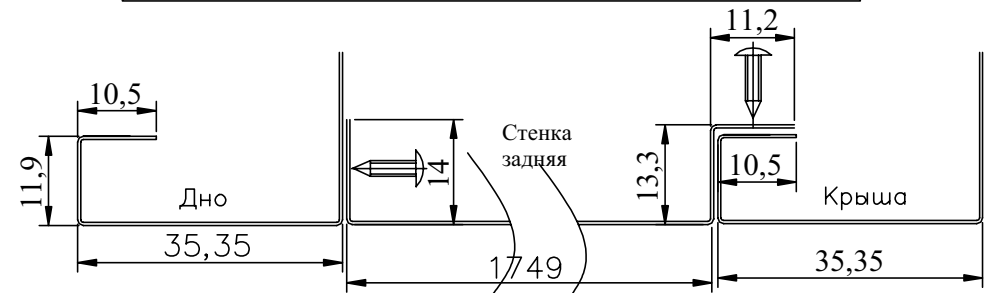

Рис.3
4.2.1 В каждый образовавшийся замкнутый контур (крыша-боковина-дно-боковина/перегородка) с внутренней стороны шкафа вложить заднюю стенку. Гибы по краям стенок разместить на ответных частях боковин/перегородки и крыши/крышах. Отверстия на задних стенках совместить с ответными отверстиями на боковинах (перегородках), крышах, днищах. Завинтить саморезы Ø3мм (прилагаются). Каждая задняя стенка крепится восемью саморезами. (Рис.3)